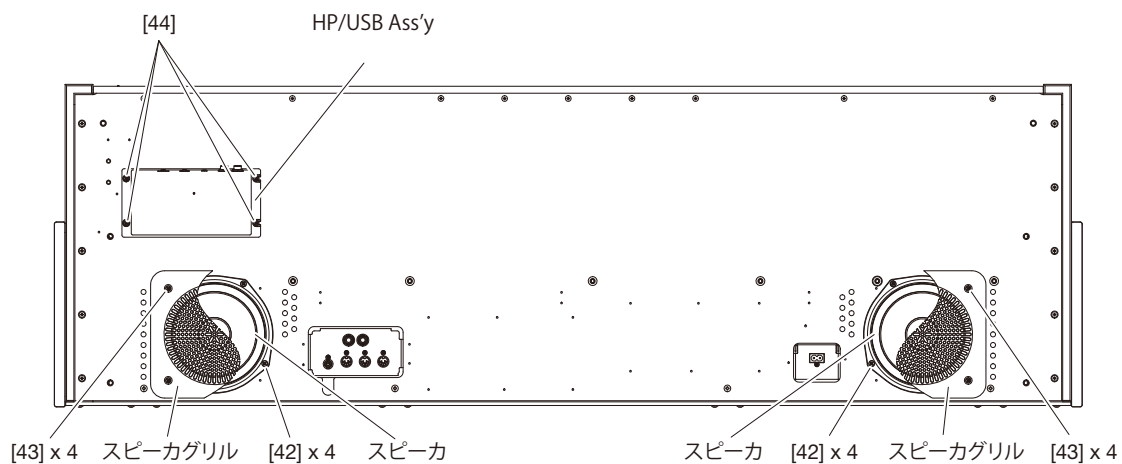

図 4
1. 次のネジを外すことにより、基板、各アッセンブリを外すことができます。（表 3、図 4）